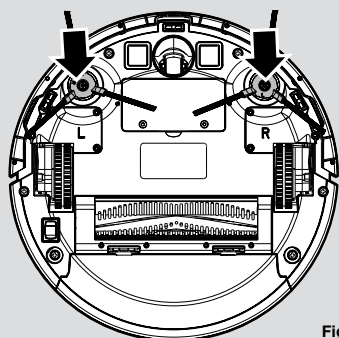

Fig. 3
6. Presione los dos cepillos rotatorios etiquetados L y R en los soportes hasta que encajen en su lugar. Preste atención a la designación L y R en el dispositivo, así como a los cepillos. **[Fig. 3]**